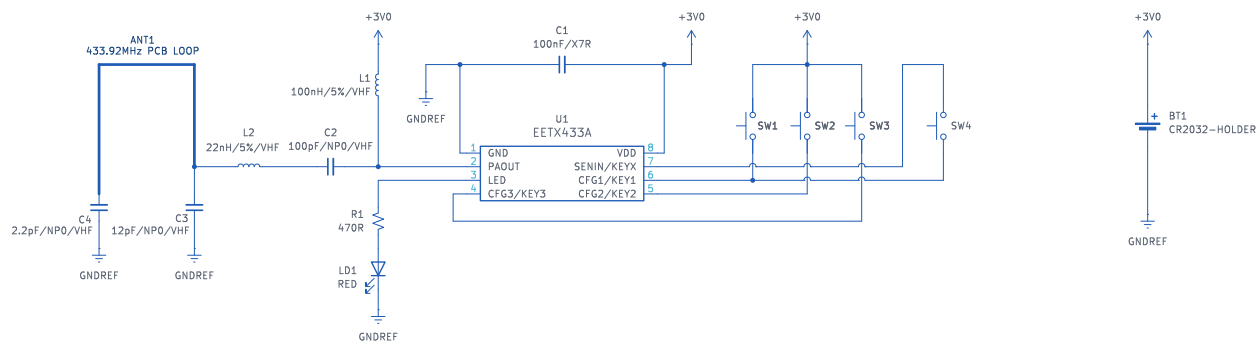
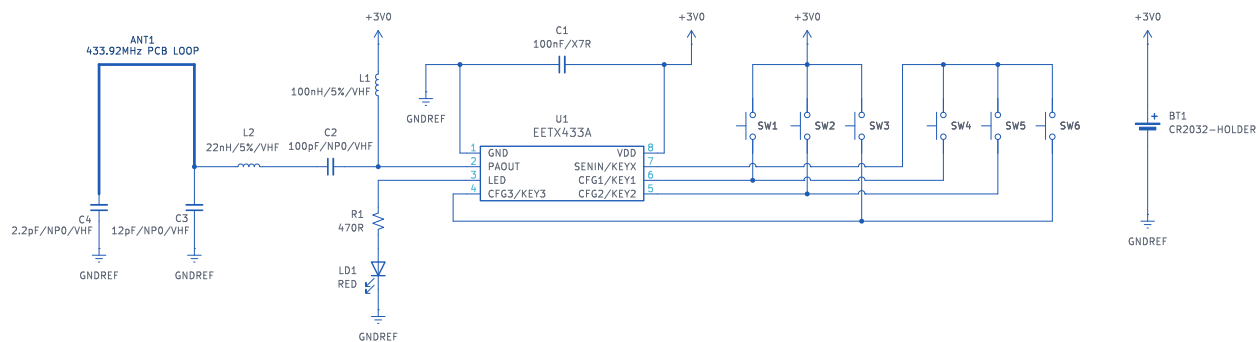

图 4：433.92 MHz 典型应用 — 4 按键
图 5：433.92 MHz 典型应用 — 6 按键
- **发射器模式 (模式 0)** — 上电时 3 个 CFG 引脚保持开路（不连接 VDD/GND）——这就选择了模式 0。IC 作为最多 6 键的键盘工作：最多 3 个按键直连（每个 CFG 引脚一个），第 4、5、6 个按键通过 KEYx 引脚的控制实现（见"按键映射"以及 4 键与 6 键应用电路，图 4 和图 5）。每个按键发送唯一的 4 位数值。
模式 0（发射器）：按下按键时触发发射。最多 3 个按键将 CFG 引脚（CFG1、CFG2 或 CFG3）直接接到 VDD（逻辑 1）；第 4、5、6 个按键使用 KEYx 引脚（SENIN/KEYx）的控制——见“按键映射”与图 4、图 5。按键按下期间持续发射，最小时长 800 ms（16 个数据包），最大时长 5000 ms（100 个数据包）。若用户在 800 ms 之前松开按键，器件仍会完成最小时长。
在模式 0（发射器）下，上电时 CFG1、CFG2 和 CFG3 引脚必须保持开路（不连接到 VDD 或 GND）——这是选择模式 0 的条件。只有 3 个按键可以直连，每个 CFG 引脚一个，按下时将引脚接到 VDD：KEY1 $\rightarrow$ CFG1/KEY1（引脚 6）、KEY2 $\rightarrow$ CFG2/KEY2（引脚 5）、KEY3 $\rightarrow$ CFG3/KEY3（引脚 4）。第 4、5、6 个按键不是直连：它们依赖 KEYx 引脚（SENIN/KEYx）的控制，按照 4 键、5 键、6 键应用电路（见图 4 和图 5）。每个按键发送固定的 4 位数值，见下表：